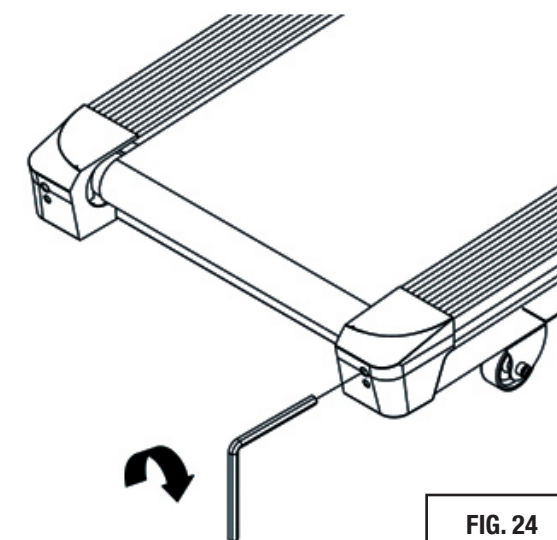

FIG. 24
- Se il nastro scorrevole tende ad andare, durante il rotolamento, verso destra è necessario intervenire sulla vite di regolazione destra (Fig. 24), girando in senso orario un quarto di giro per volta.